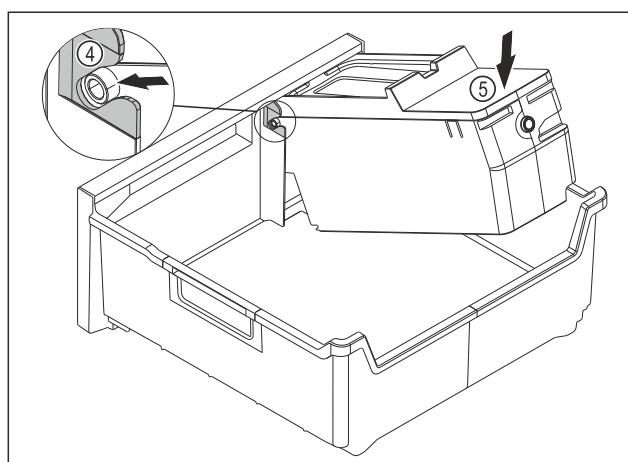

Fig. 140
- Montați corpul EasyTwist-Ice: Inserați axele corpului EasyTwist-Ice în ghidaje Fig. 140 (4).
- Apăsați corpul EasyTwist-Ice Fig. 140 (5) în spate în jos.